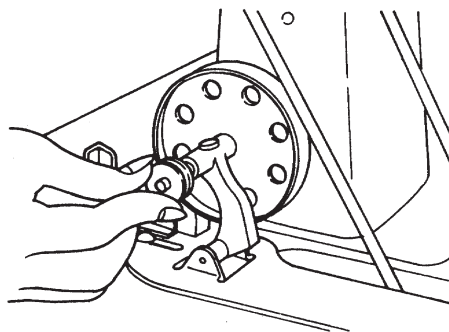
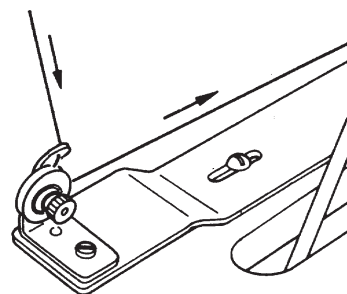
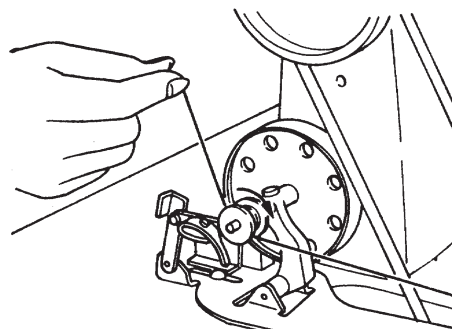
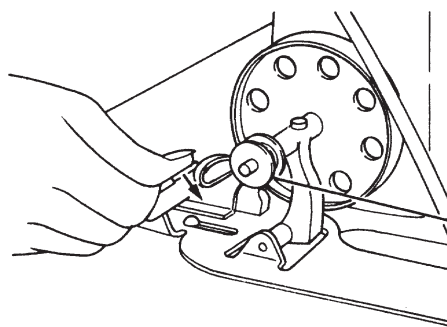

Fig. 13 ① Inserte el carretel en el eje de la polea
Fig. 14 ② Hilo entre los discos de tensión
Fig. 15 ③ Enrolle el hilo en el carretel
Fig. 16 ④ Baje el fiador
① Primero, inserte el carretel en el eje de la polea del bobinador, hasta el fondo. (Fig. 13). ② Saque el hilo del carrete de hilo, páselo por el ojal guía en el herraje de tensión del hilo, enróllelo desde el lado opuesto de los 2 discos de tensión, dirigiéndolos hacia el operario.(Fig. 14). ③ Luego enróllelo 3 a 4 veces alrededor de la bobina, desde el lado inferior.(Fig. 15). ④ Si se hace descender al fiador, hacia adelante, empujándolo con el dedo pulgar, la polea del bobinador tendrá contacto con la correa. (Fig. 16). Haga funcionar la máquina. Cuando en el carretel haya hilo suficiente, se soltará el fiador deteniéndose el bobinador, completando el enrollado del carretel.